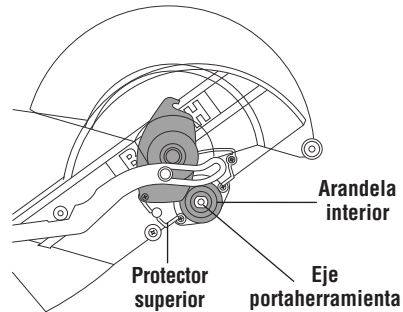

Figura 3. Instalación de la hoja
- Instale la hoja de 10" en el eje portaherramienta (Figura 3).